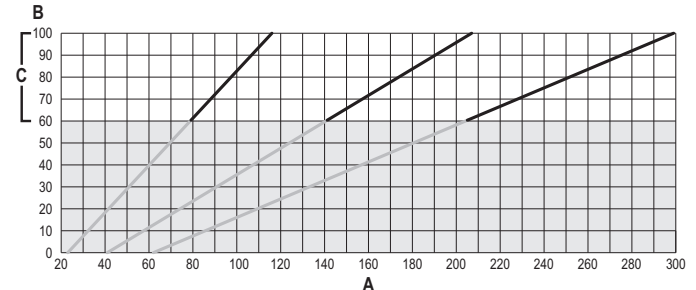

fig. 40
- Premere i **tasti riscaldamento** (part. 3 e 4 - fig. 1) per aumentare o diminuire la portata termica (minima = 00 - Massima = 100). Vedi diagramma "Regolazione Portata Termica" (fig. 40).